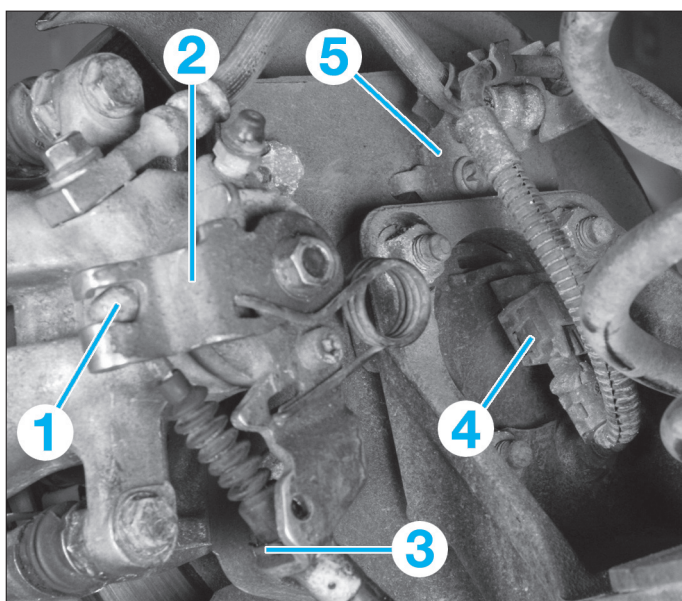

FIG. 13
- Retirer les câbles (1) des leviers (2) des étriers de frein (fig. 13).
- Retirer les agrafes (3) du support de câbles de frein.
- Débrancher les connecteurs (4) des capteurs d'ABS.
- Déposer les supports (5) des canalisations de frein et des faisceaux de capteurs de vitesse de roue.